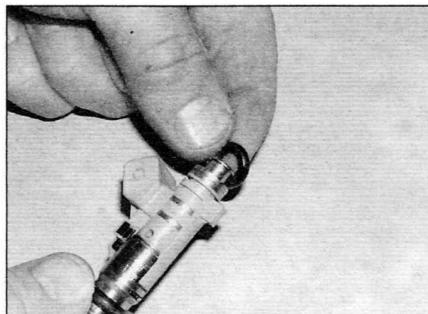

Рис. 13.12. Замените все уплотнения на снятой форсунке (модели с двигателем 1.4 л)
- Установите новые уплотнения на все снятые форсунки (рис. 13.12).